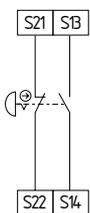

Fig. 5
**Circuit d'arrêt d'urgence à 2 canaux avec organes de commande selon EN ISO 13850 et EN 60947-5-5 (Fig. 5)**